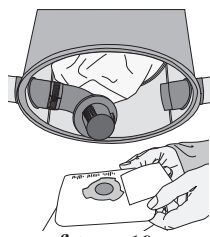

figura 10
2. Retire la bolsa (**figura 10**). En el caso de que esté llena la bolsa, cierre la apertura con la pegatina proporcionada con este fin (ver las instrucciones en la bolsa). Echar la bolsa usada. Por si no ha sido utilizada la bolsa, conservarla para una eventual utilización.